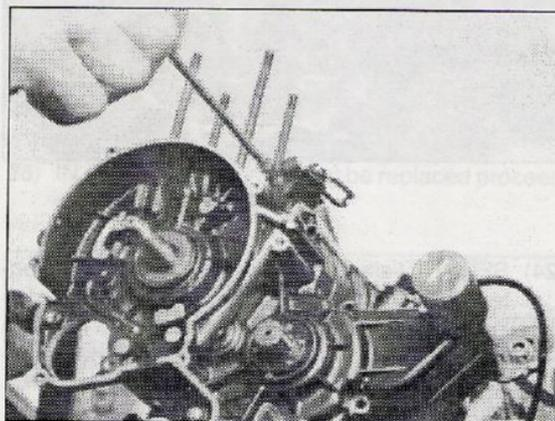

Fig. 20
20) **TOGLIERE** le 13 viti di unione dei due semicarteri (Fig. 20).
20) **REMOVE** the 13 screws joining the two crankcases (Fig. 20).